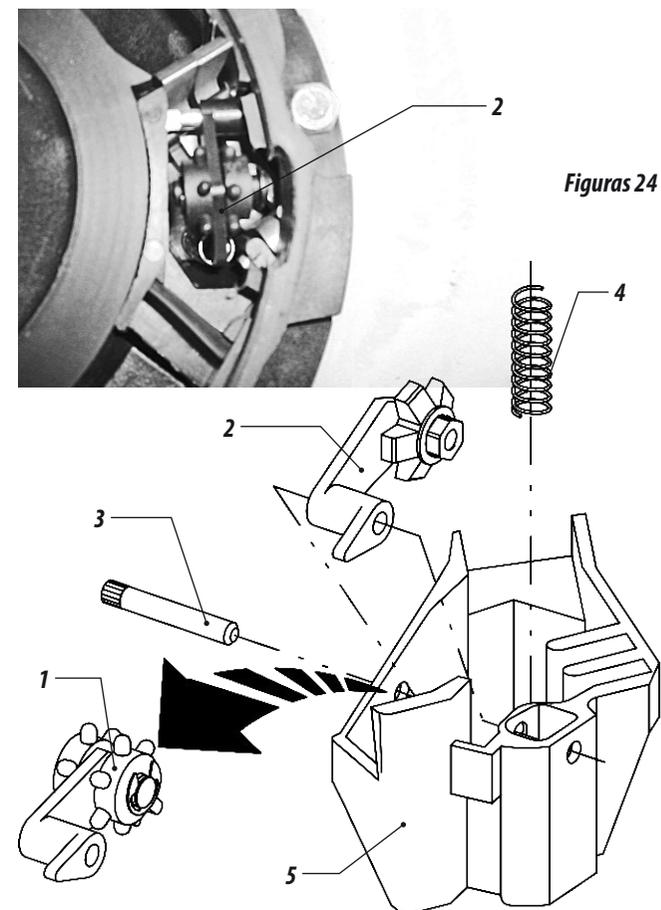

Figuras 23
- O distribuidor de sementes sai montado de fábrica com gatilho de duas estrelas dosadoras em discos de fileira dupla de furos (2).
- Os discos de fileira única (3) utiliza gatilho de uma estrela dosadora (4). para proceder a troca dos gatilhos consulte a Figuras 23.